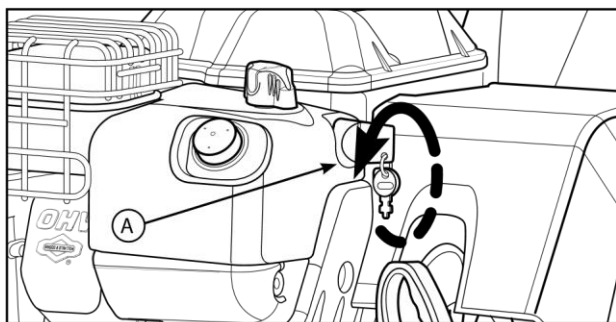

Рис. 7
1. поверните ключ Вкл/Выкл (а, рис. 7) в положение Выкл и выньте его, либо выньте ключ зажигания.